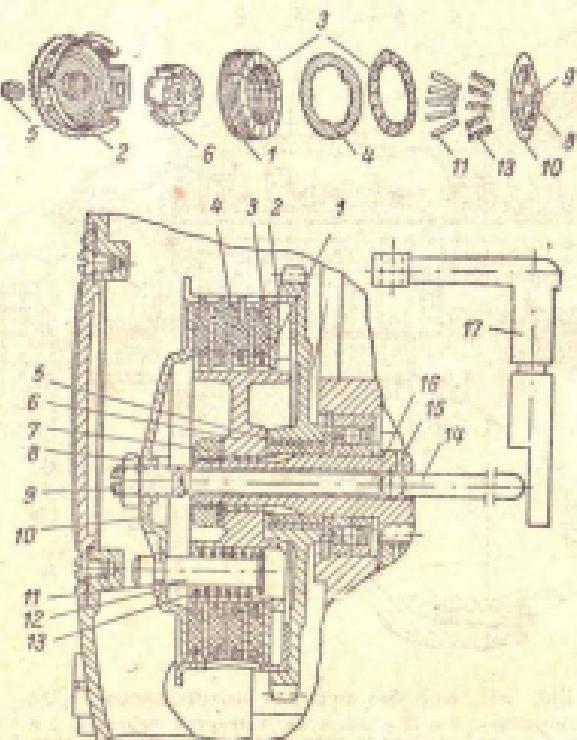

Рис. 140. Сцепление мотороллера Т-200:
**Силовая передача.** Многодисковое сцепление (рис. 140), работающее в масле, установлено на первичном валу коробки передач и состоит из четырех армированных сталью пластмассовых ведущих дисков 3 и пяти стальных ведомых дисков 4. Ведущий барабан 2 имеет пазы, в которые входят выступы ведущих дисков. Ведомые диски своими внутренними выступами входят в пазы ведомого барабана 6. Ведущие и ведомые диски прижимаются друг к другу силой пяти пружин 13.